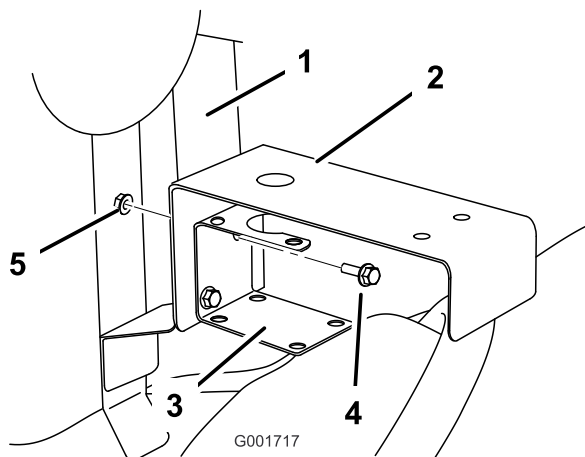

Figur 10
5. **Kun Multi-Pro 1200-sprøjte:** Kobl bommens forsyningslange af trykkontrolventilens T-stykke, skær bommens forsyningslange over 61 cm fra fittingens ende og monter rørets samlestykke med 2 lige adaptere og 4 slangeklemmer (Figur 10).